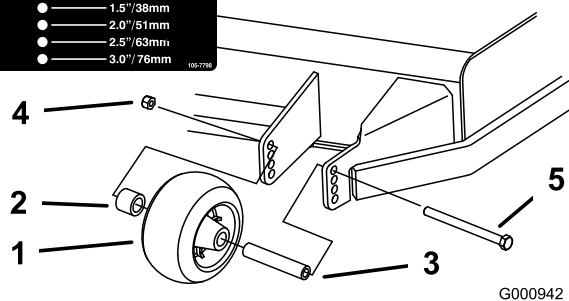

Figure 20
3. Après avoir réglé la hauteur de coupe, réglez les galets en retirant l'écrou à collerette, la bague, l'entretoise et le boulon (Figure 20, Figure 21 et Figure 50).
5. Posez l'écrou à collerette, la bague, l'entretoise et le boulon. Serrez à 54–61 Nm (40–45 pi-lb) (Figure 20, Figure 21 et Figure 50).